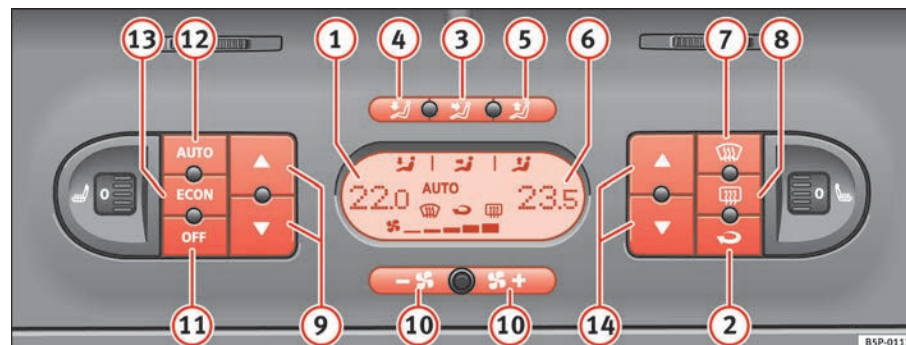

Fig. 131 Sulla plancia portastrumenti: i comandi del Climatronic 2C
- Premere uno dei tasti compresi tra ➔ pag. 163, fig. 131 ③ e ⑤ oppure il tasto **ECON**; altrimenti ruotare la manopola di regolazione della ventola ⑩. Il simbolo **AUTO** scompare dal display.
- Il ricircolo dell'aria si attiva e si disattiva premendo il tasto  ➔ pag. 163, fig. 131 **2**. La funzione risulta attiva quando sul display appare il simbolo .